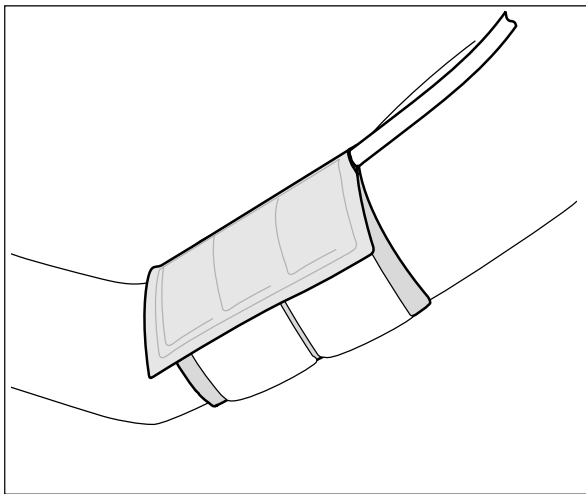

Fig. 4-1 Aplicação da braçadeira
- o tubo da braçadeira aponta na direção do ombro (Fig. 4-1)